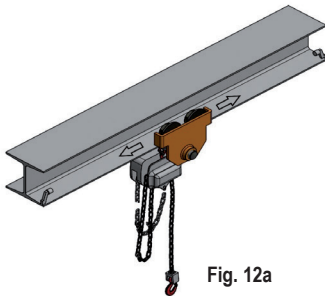

Fig. 12a
- pousser le chariot à partir d'un point de prise sûr pour le modèle à pousser (fig. 12A).